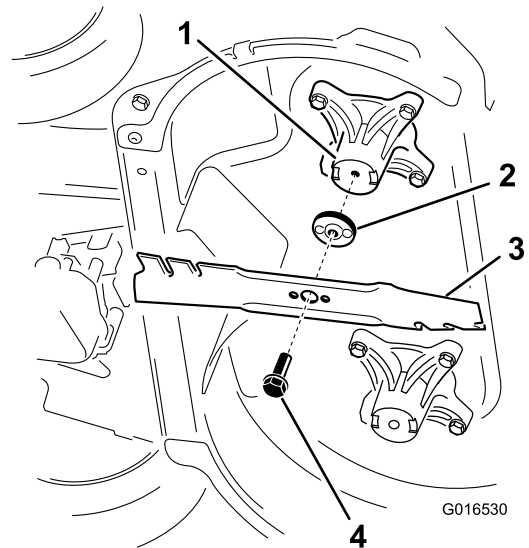

Figure 39
2. Déposez chaque lame comme montré à la Figure 39.
1. Montez la première lame de sorte qu'elle soit horizontale, et reposez toutes les fixations, comme montré à la Figure 39.